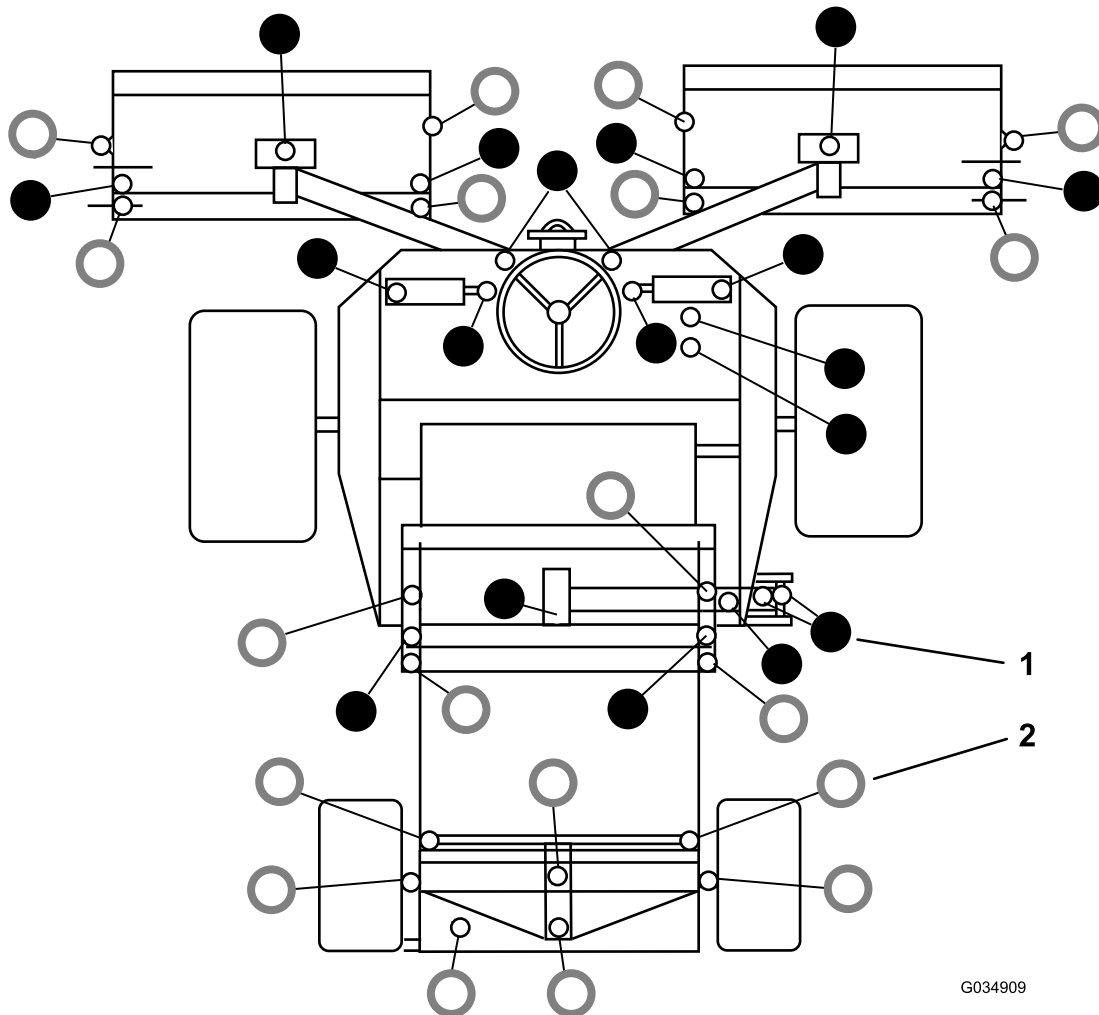

Bild 48
- Die Schmiernippelpositionen sind unter Bild 48 aufgeführt.